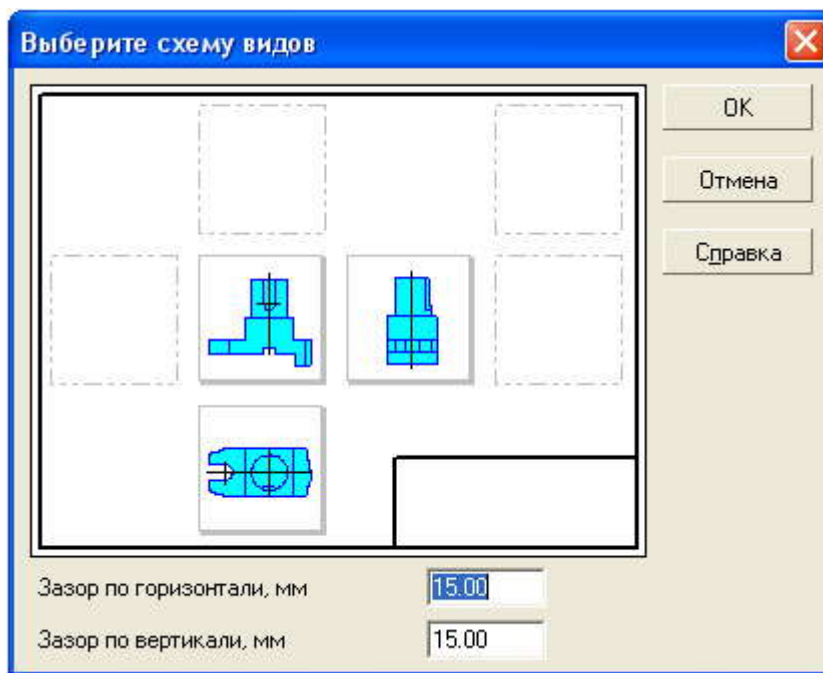

Рисунок 59
7. Щелкните на кнопке **Схема**. Выберите необходимые стандартные виды для вашей детали (рисунок 59). Для этого нужно щелкнуть на прямоугольнике вида. Вид либо устанавливается, либо удаляется. Здесь же задайте зазоры между видами. Закройте диалоговое окно.